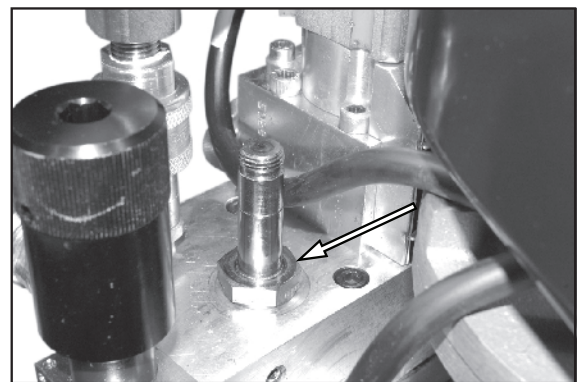

Figura 40.
2. Vedere la Figura 40. Rimuovere la valvola a cartuccia a 2 vie.